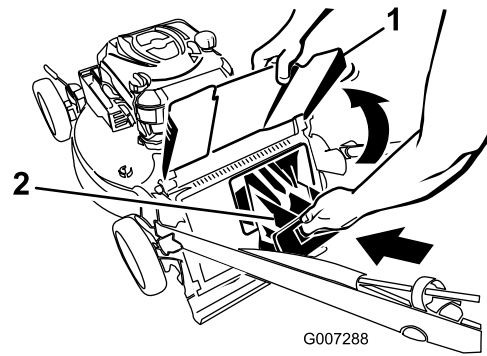

Figure 25
**Important:** Vérifiez que l'obturateur de l'éjecteur arrière est bien verrouillé en place. Pour enlever l'obturateur : relevez le déflecteur d'éjection (Figure 25), appuyez fermement sur l'obturateur jusqu'à ce qu'il s'enclenche en position derrière les languettes, et tournez le levier situé sur l'obturateur vers la gauche (Figure 24).